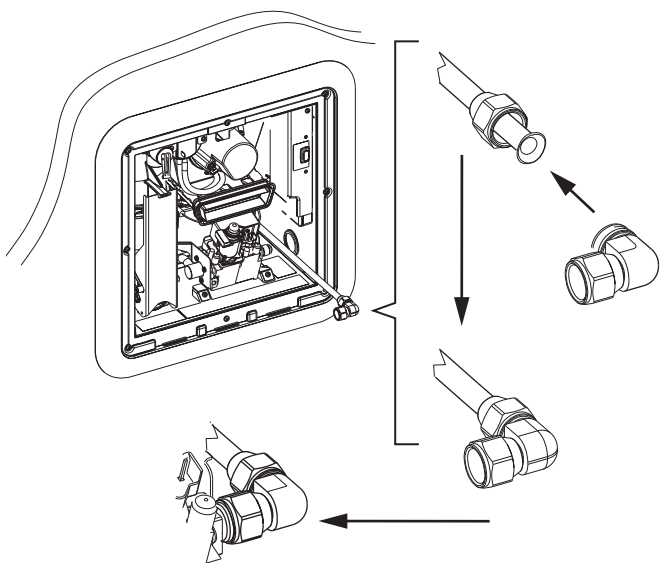

Fig. 29
- Installez le raccord coudé (conique SAE de 45°) sur la conduite de gaz dans le sens indiqué (voir la Fig. 29).